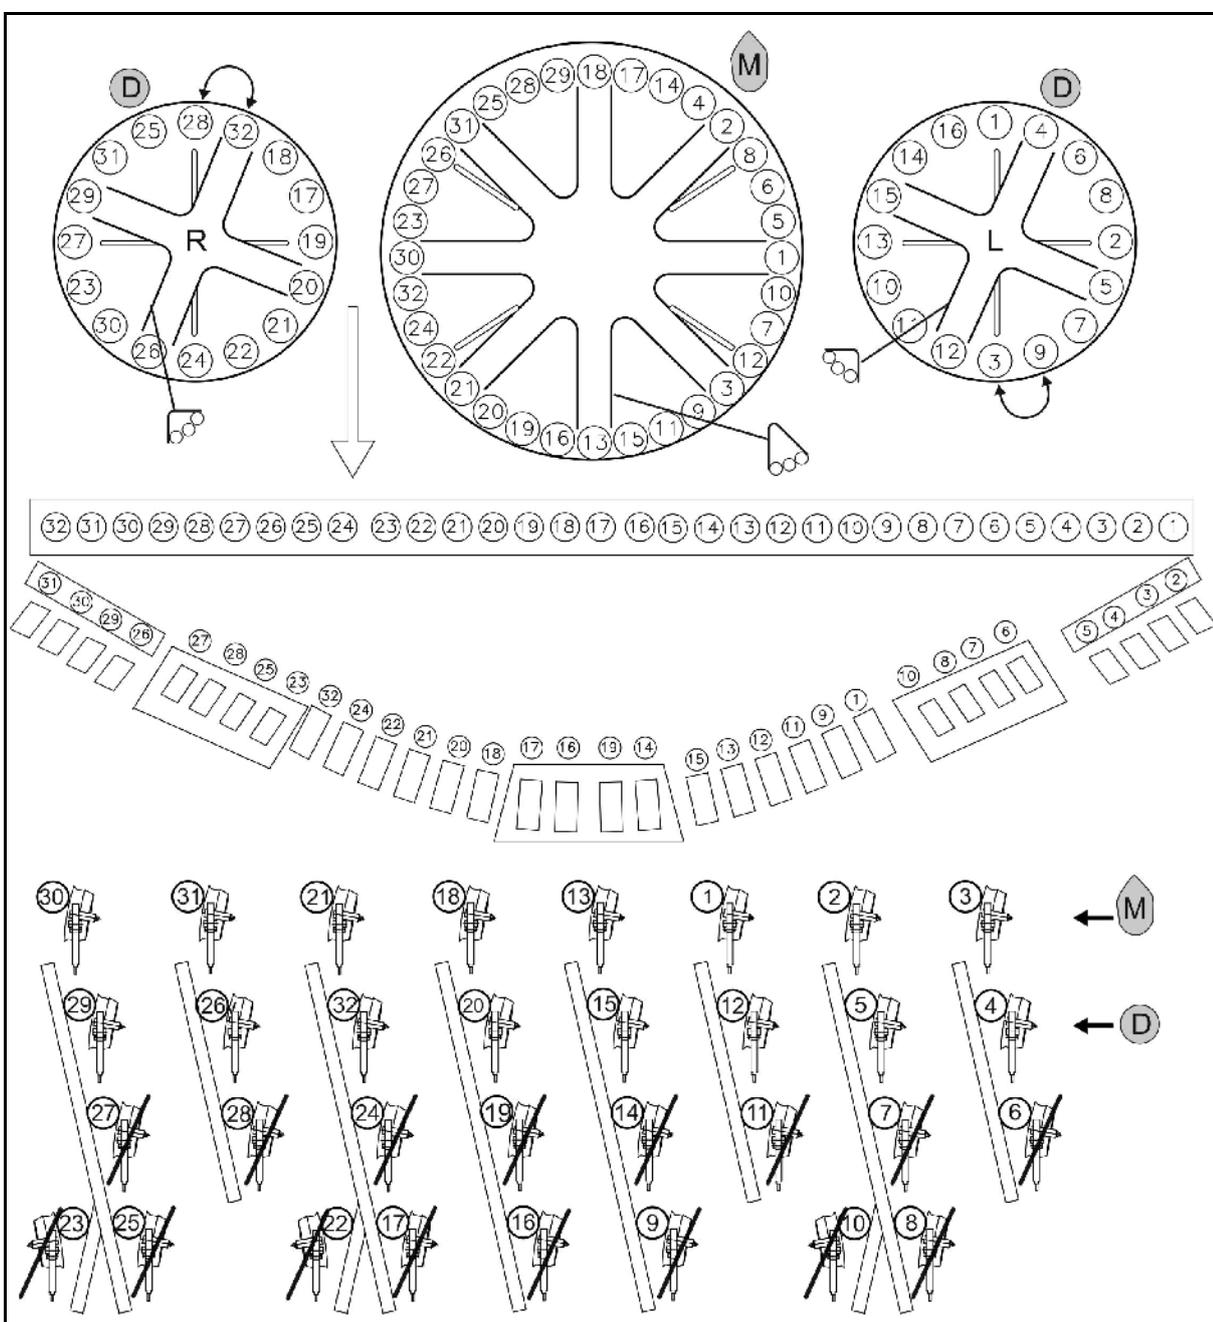

Fig. 50
- Maïs ^M: Monter la tôle de fermeture conformément à Fig. 50.
- Engrais ^D: monter la tôle de fermeture conformément à Fig. 50.